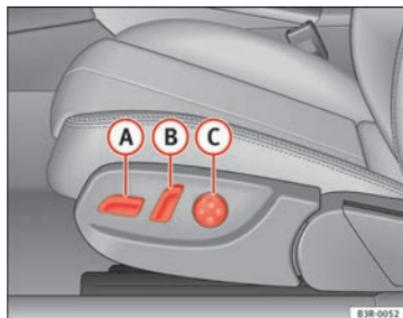
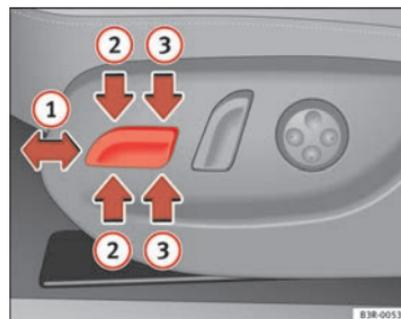

Fig. 106 Banco dianteiro: Comandos para a regulação
Fig. 107 Banco dianteiro: Comandos para a regulação dos bancos
- Desloque o comando **A** ⇒ fig. 106 para a frente ou para trás **1** ⇒ fig. 107 ⇒